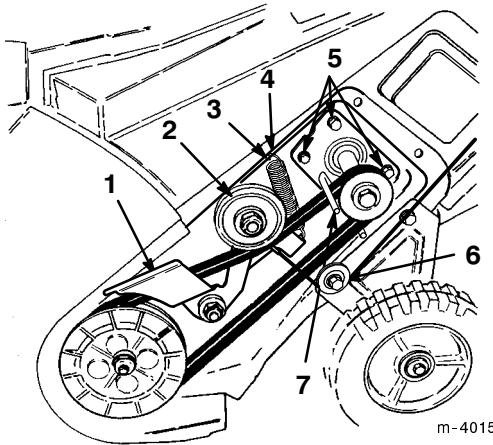

Bild 18
- Lockern Sie die vier Motoraufhängungsschrauben so weit, dass die Riemenführung von der Riemscheibe abgedreht und der Riemen entfernt werden kann (Bild 18).
- Stellen Sie sicher, dass das lange Ende der Spannfeder in das Gehäuseloch und das runde Ende der Feder in den Bremsarm eingehakt werden (Bild 18).
- Heben Sie die Bremsarmgruppe an, drücken den Treibriemen zusammen und verlegen ihn unter der Spannscheibe (Fig. 18).
WICHTIG: Stellen Sie sicher, dass der Antriebszug auf der Zugscheibe liegt, bevor Sie die linke Seitenabdeckung montieren (Bild 18).